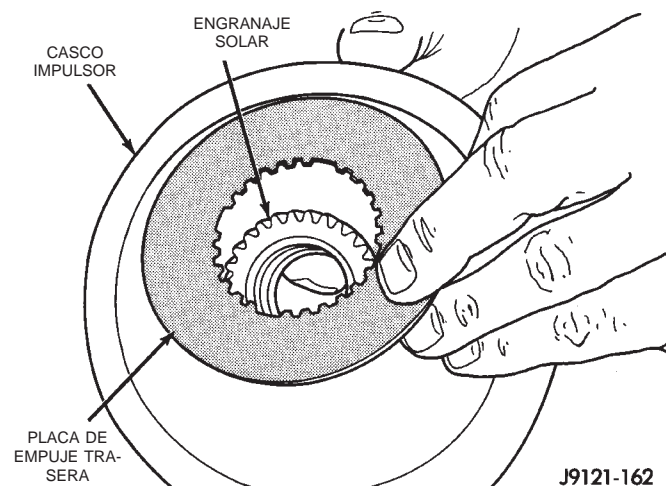

Fig. 157 Instalación de la placa de empuje trasera del casco impulsor
(9) Sostenga el engranaje solar en su lugar e instale la placa de empuje sobre el engranaje solar en la parte trasera del casco impulsor (Fig. 157).